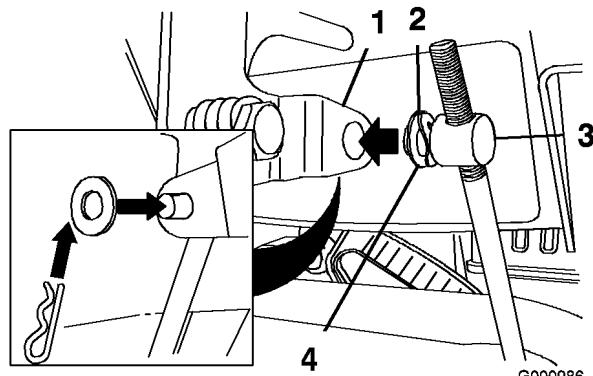

Figure 11
- Retirez la goupille fendue et la rondelle extérieure du tourillon à l'extrémité supérieure de la tige de commande de vitesse (Figure 11).
Remarque: Pour faciliter le montage, laissez la rondelle ondulée et la rondelle plate sur le tourillon (Figure 11).
- Soulevez la tige de commande de vitesse et insérez le tourillon dans le trou du levier sélecteur de vitesses (Figure 11).